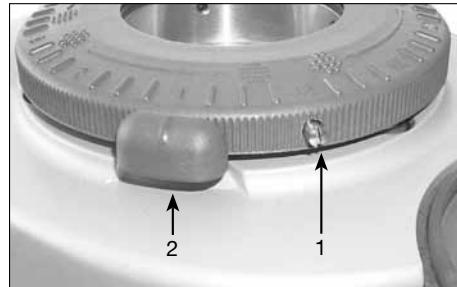

Fig. 2 - Montage erroné
La fig. 2 illustre quant à elle le montage erroné de la bague de réglage: la vis de blocage de la trémie (1) se trouve après le goujon d'arrêt des broyeurs (2).